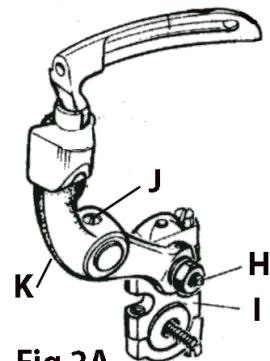

Fig.2A
To adjust, loosen nut (H) Fig. 2A in the lower looper ball joint (I) and move the looper to the specified dimension.
As the looper moves to the right, its point should pass behind the needle as close as possible without contacting it. Adjustment can be made by loosening the fastening screws (J) Fig 2A of looper rocker and moving the looper rocker in or out until the adjustment is obtained.
Zur Einstellung, lösen Sie die Mutter (H) Fig.2A im unteren Greiferkugelgelenk und bewegen Sie den Greifer zur angegebenen Maßangabe. Bei der Bewegung nach rechts muss der Greifer dicht an der Rückseite der Nadel vorbeigehen, ohne diese zu berühren. Dazu wird der Greiferhebel auf seiner Achse nach Lösen der beiden Befestigungsschrauben (J) Fig.2A vor oder zurück verschoben, bis die Einstellung erreicht ist.